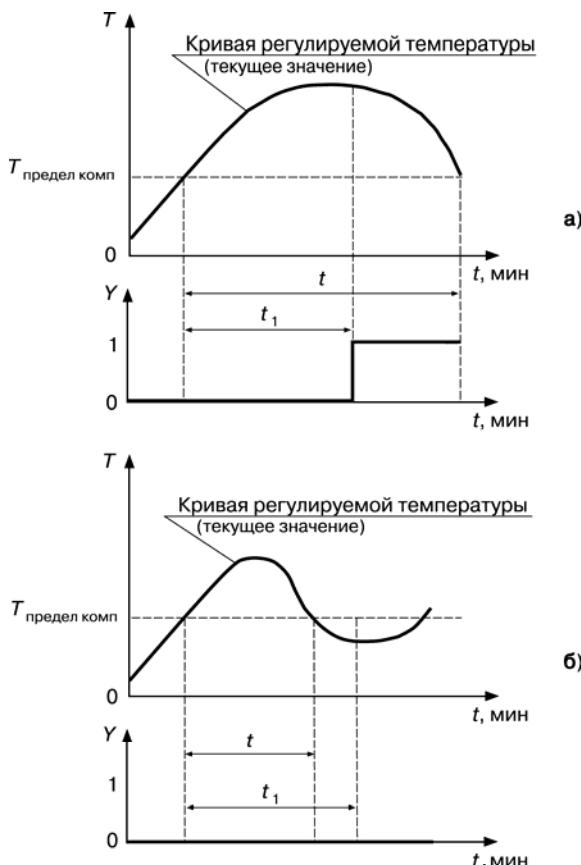

Рис. 3.19. Задержка срабатывания компаратора:
- если время нахождения регулируемой величины $t > t_1$ (времени задержки срабатывания компаратора), то компаратор срабатывает, рис. 3.19, а;
- если время нахождения регулируемой величины $t < t_1$, то компаратор не срабатывает, рис. 3.19, б.